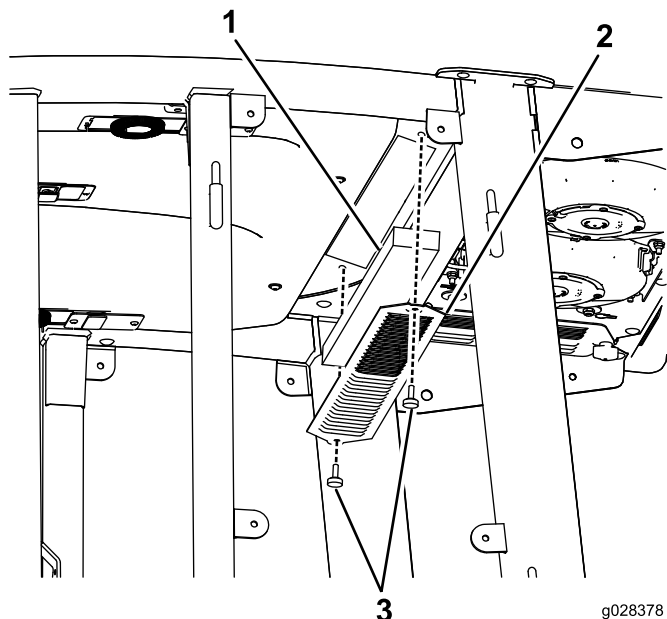
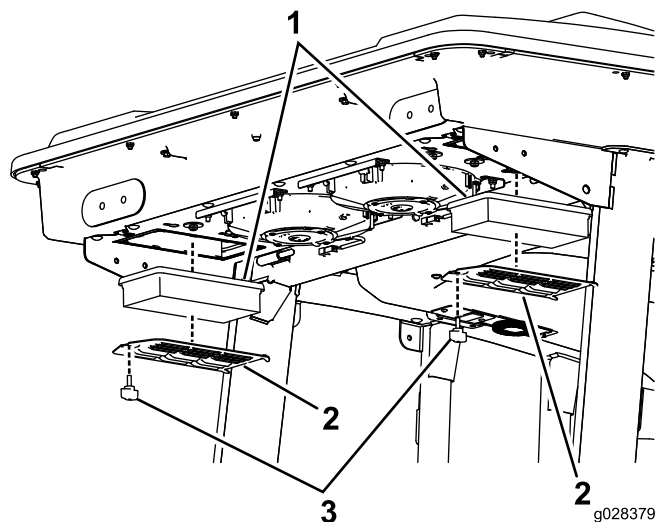
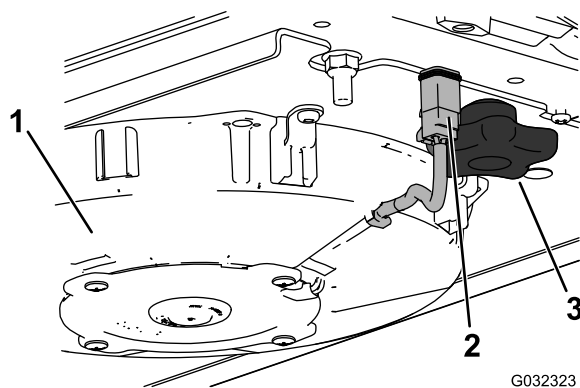
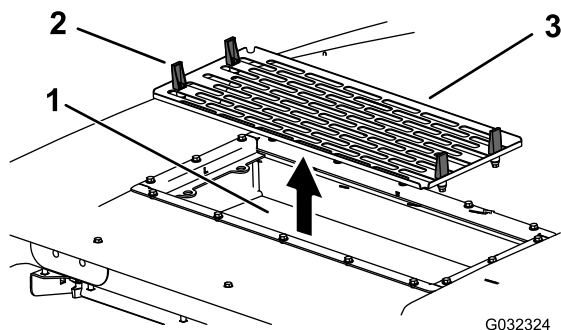

Figure 89
Figure 90
Figure 91
Figure 92
1. Retirez les vis et les grilles des filtres à air intérieur et arrière de la cabine (Figure 89 et Figure 90).
7. Reposez les filtres à air, la grille et le ventilateur (Figure 90, Figure 91 et Figure 92).
8. Rebranchez le câble de chaque ventilateur (Figure 91).
5. Déposez les filtres à air (voir Figure 90).